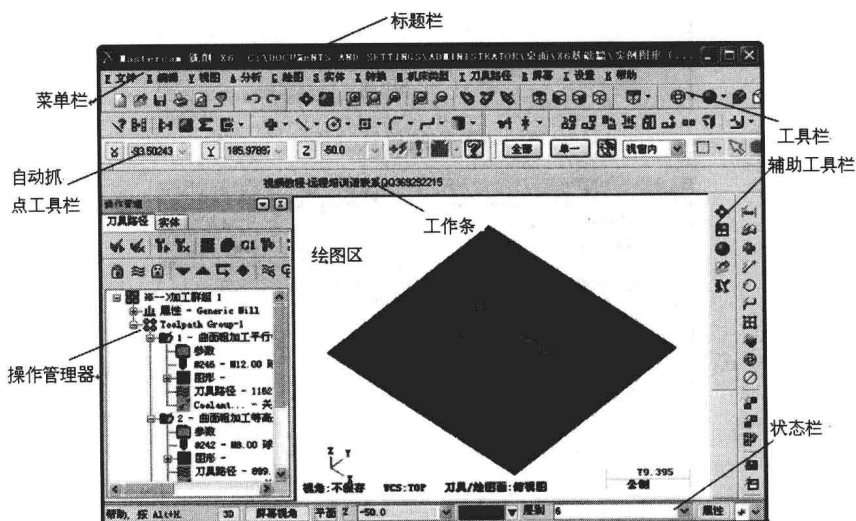

图 1-11 Mastercam X6 的工作界面
Mastercam X6 有着良好的人机交互界面和符合 Windows 规范的软件工作环境,而且允许用户根据需要来定制符合自身习惯的工作使用环境。Mastercam X6 的工作界面如图 1-11 所示,主要由标题栏、菜单栏、工具栏、操作管理器、绘图区和状态栏组成。下面介绍标题栏、状态栏及绘图区的功能。
(1) 2D/3D 构图模式。用于切换 2D/3D 构图模式。在 2D 构图模式下,所有创建的图素都具有当前的构图深度(Z 深度),且平行于当前构图平面,不过,用户可以在如图 1-11